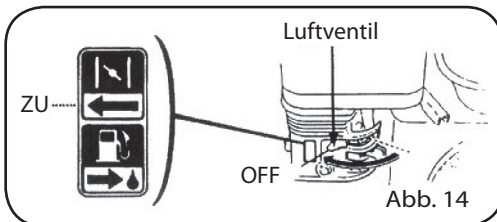

Abb. 14
2. Den Hebel des Luftventils auf "OFF" stellen (Abb. 14).